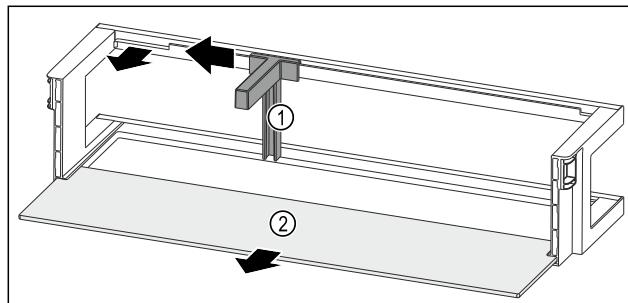

Fig. 90 Odkladací priestor vo dverách s držiakom fliaš a odkladacou plochou
- ▶ Potlačte držiak fliaš Fig. 90 (1) až k vybraniu do strany.
- ▶ Odoberte držiak fliaš Fig. 90 (1).
- ▶ Odoberte odkladaciu plochu Fig. 90 (2).